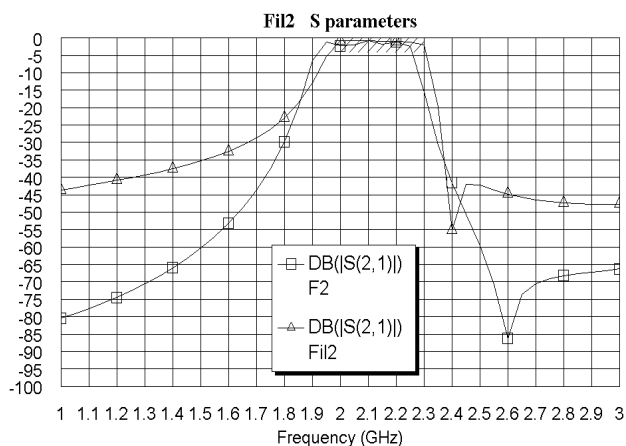

Рис. 4.94
7. Сделайте активным окно графика и щёлкните по значку **Analyze** на панели инструментов. Полученный график показан на рис. 4.94.